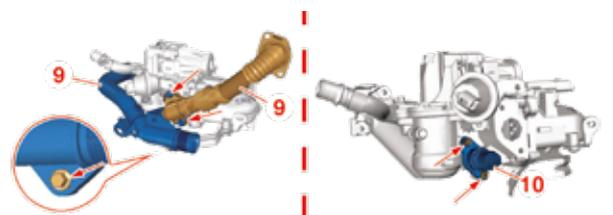

Fig. 37
- A banco, staccare (Fig. 37):